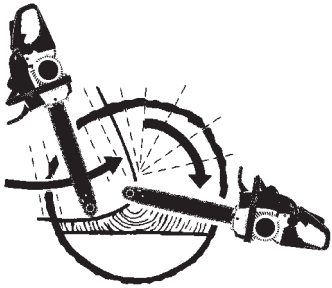

Fig. 17
PRECAUCION: Para asegurar que la cadena y la barra reciben aceite, USE ÚNICAMENTE EL ESTILO ORIGINAL DE BARRA con el hoyo de paso del aceite (A) como se ilustra arriba (Fig. 17).